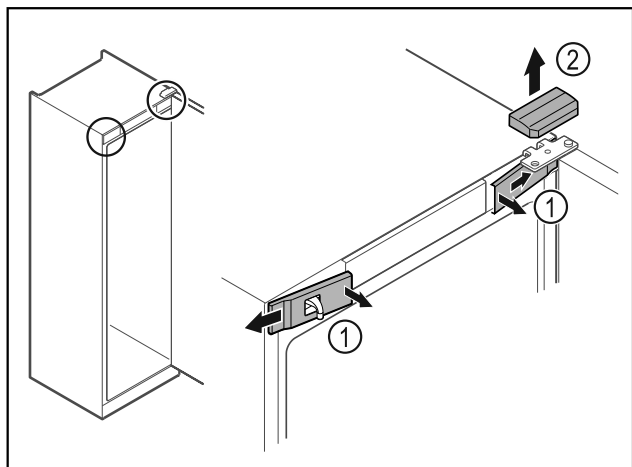

Fig. 8
- ▶ Передние крышки Fig. 8 (1) освободите от фиксации с внутренней стороны и отведите в сторону.
- ▶ Движением вверх снимите верхнюю крышку Fig. 8 (2).